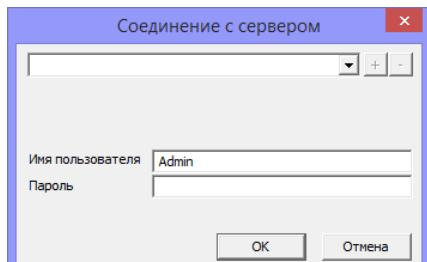

Рисунок 13.3 — Окно авторизации со скрытой информацией о STEMATRIX ML
- **Скрывать адрес и порт сервера:** если флаг установлен, то адрес и порт STEMATRIX ML будут скрыты от пользователей в окне авторизации и в интерфейсе программы *Администратор*. Для подключения будут использованы сохраненные ранее данные, при авторизации от пользователя потребуется ввести только логин и пароль (см. рисунок 13.3).